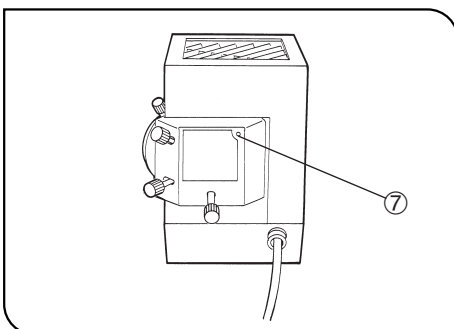

Abb. 8
4. Die Feststellschraube der Fassung ⑦ mit dem Sechskant-Schraubendreher festziehen (Abb. 8).
★ Wird die Feststellschraube der Lampenfassung ⑦ versehentlich gelöst, während die Lampe brennt, wird ein Sicherheitsmechanismus aktiviert und die Lampe ausgeschaltet. Um sie wieder einzuschalten, den Hauptschalter des Vorschaltgeräts ausschalten ("O"), den Verbindungsstecker des Lampenhauses aus der Ausgangsbuchse des Vorschaltgeräts ziehen, ca. 10 Minuten warten, die Feststellschraube ⑦ festziehen und anschließend den Hauptschalter wieder einschalten ("I") (Abb. 8).